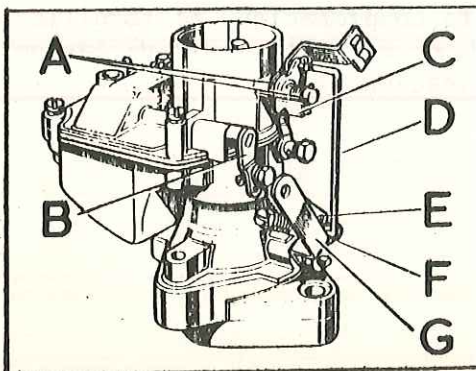

Fig. L2-12 Elementos de conexión
- 3.26. Montar la varilla, D (Fig. L2-12) entre la palanca de mando del estrangulador y la del acelerador, F, sujetándola con las clavijas.